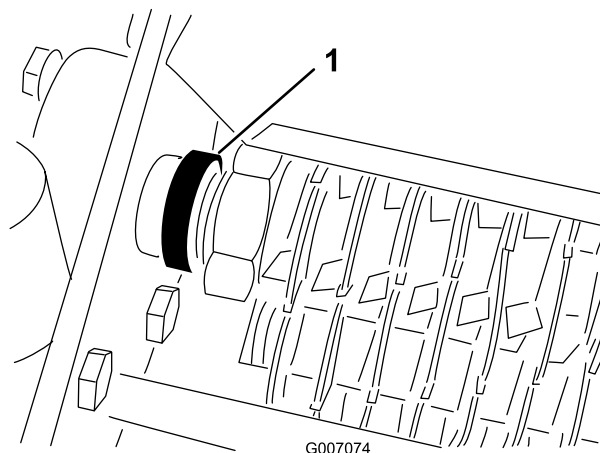

図 13
4. リール・ベアリングについているロックキング・カラーから固定ネジを外す（図 13）。